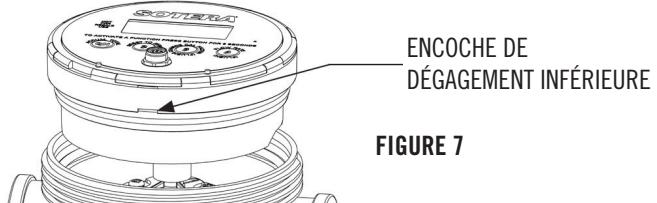

FIGURE 7
3. Insérer un tournevis à tête plate dans la fente inférieure (voir Figure 7) et tourner pour dégager le couvercle du compteur (repère 6).